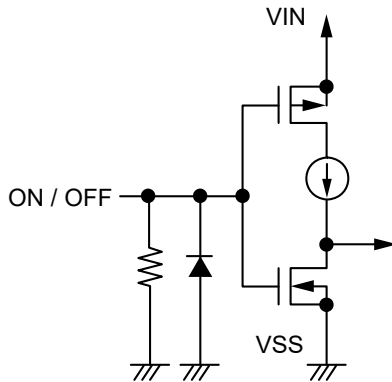
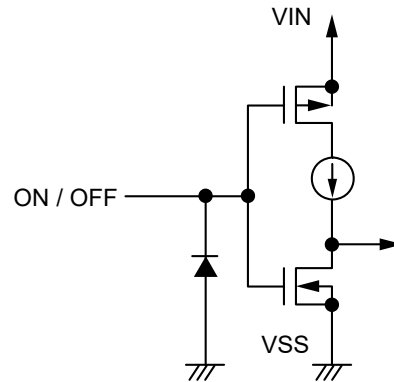

图18 S-1333系列A / C型
图19 S-1333系列B / D型
ON / OFF端子的结构如图18、图19所示。
*1. 将ON / OFF端子连接到VIN端子上进行工作时，S-1333系列A / C型产品的消耗电流中，流入下拉电阻中的电流流量会增多，务请注意 (请参阅图18)。